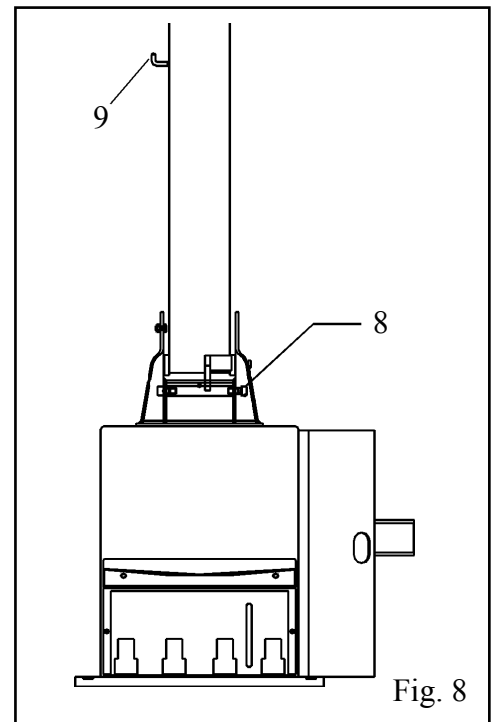

Fig. 8
Se necessario serrare le viti (8) indicata in Fig. 8
*Screw up nut (7) **taking care not to tighten too much to enable cylinder to operate correctly so tilting the arm without frictions.***
If necessary, tighten screws (8) shown in fig.8
Si nécessaire, serrer les vis (8) montrées en fig.8
Die in Abb.8 angezeigten Schrauben (8) wenn nötig festmachen
Der Haken (9) der Reifenfüllpistole auf senkrechtem Arm anschrauben. (Abb. 8)